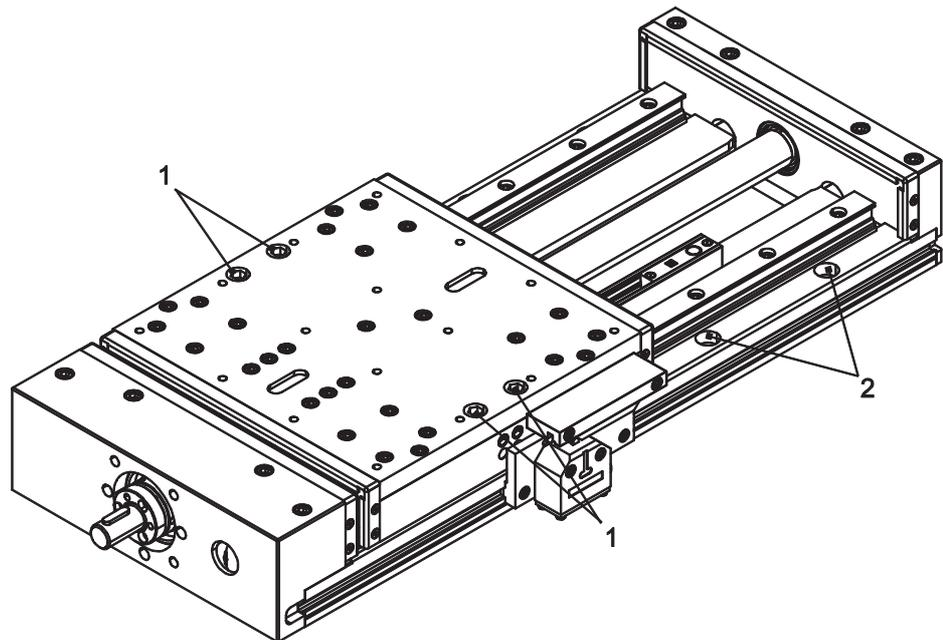

Bild 3: Montagebohrungen mit Gewindestift (1) und Befestigungsbohrungen (2)
2. Den Schlitten auf Anschlag nach rechts und danach nach links verschieben (Bild 3).
3. Die Schrauben durch die zugänglichen Befestigungsbohrungen (2) in die Montagefläche einschrauben (Anziehdrehmomente siehe Kap. 3).
4. Die Gewindestifte aus den Montagebohrungen (1) herausdrehen
5. Den Schlitten so verschieben, dass die übrigen Befestigungsbohrungen durch die Montagebohrungen (1) zugänglich werden und die Schrauben einschrauben.
6. Die Montagebohrungen (1) mit den Gewindestiften verschließen (Schutz vor Verschmutzung).